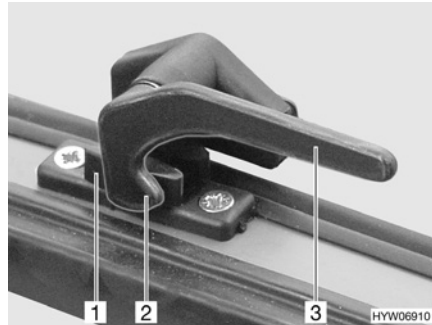

Bild 29 Verriegelungshebel in Stellung "geschlossen"
- Den Verriegelungshebel (Bild 29,3) eine viertel Umdrehung zur Fenstermitte hin drehen.
- Den Verriegelungshebel (Bild 29,3) eine viertel Umdrehung zum Fensterahmen hin drehen. Die Verriegelungsnase (Bild 29,2) liegt auf der Innenseite der Fensterverriegelung (Bild 29,1).
- in Stellung "fest verschlossen" (Bild 29)